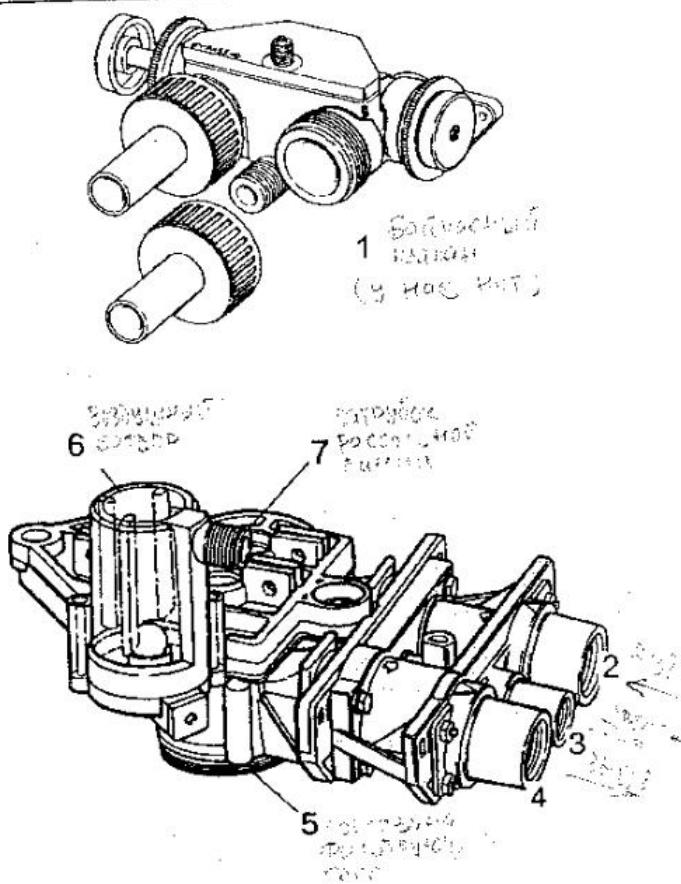

Рис.2 - Модуль-адаптер (для подсоединения к фильтрующему баку)
1. Для идеального размещения установки должна находиться над дренажной решеткой, но не выше, чем на 20 футов (6.1 м). Для этого используется соответствующий переходный фитинг (не поставляется) расположенный на блоке управления, пластиковая труба диаметром 1/2" (1.3 см) соединяющая с дренажной линией (рис. 2).